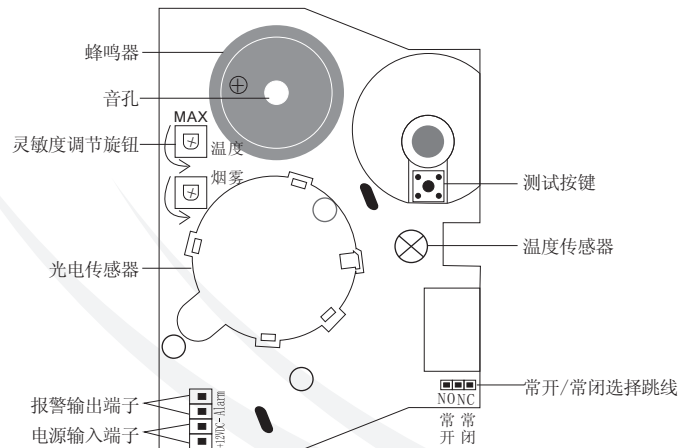

图. 1 SED-506主板
- 连接不恰当将导致探测器无法正常工作。请按图1所示连接SED-506。